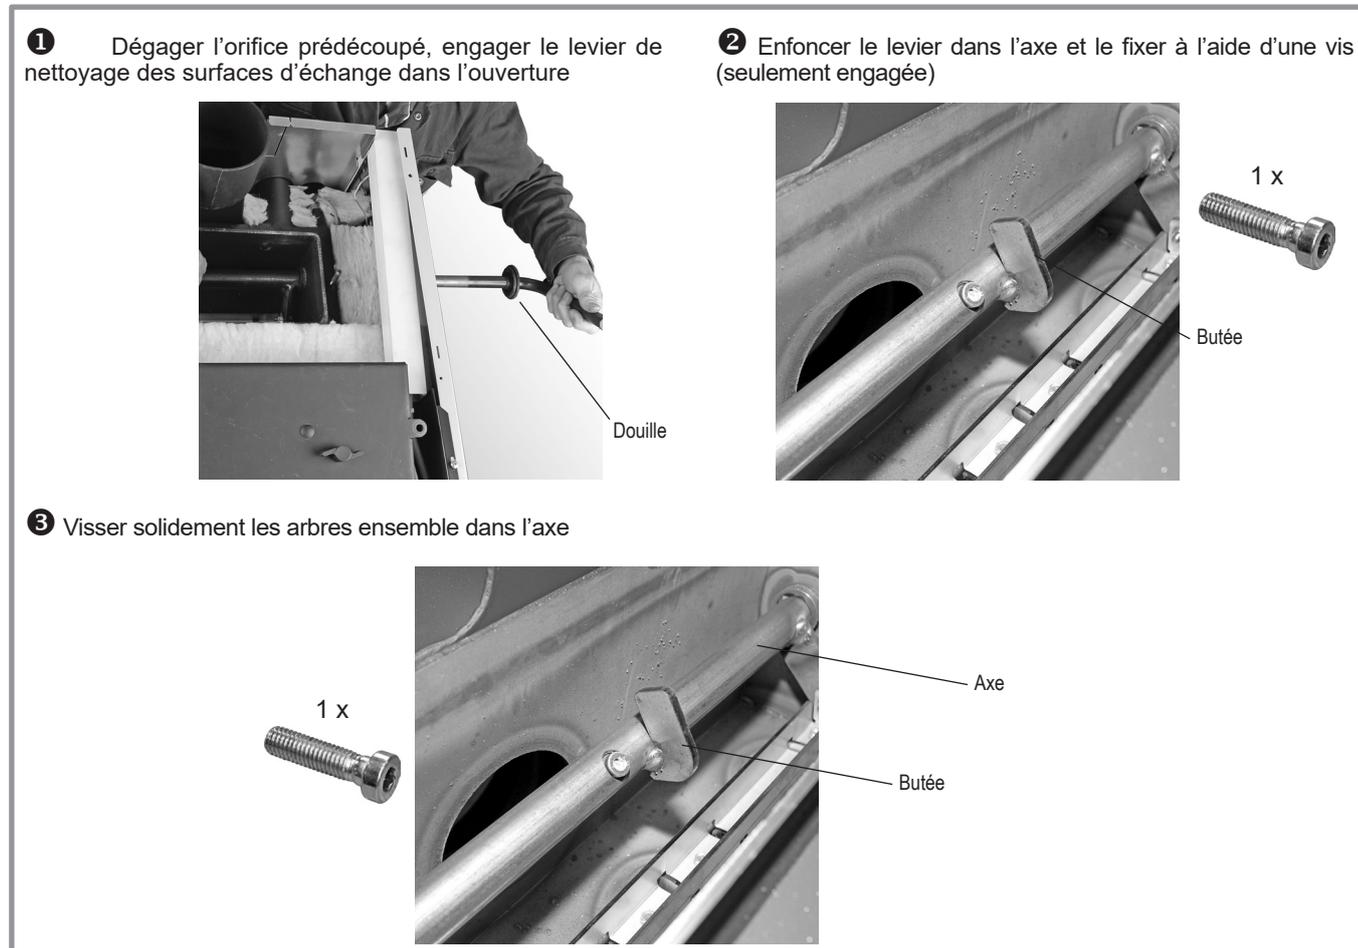

fig. 24 - Levier de nettoyage des surfaces d'échange
- Monter le levier de nettoyage des surfaces d'échange sur le côté gauche ou droit, en fonction des possibilités d'accès. Dégager l'orifice prédécoupé, insérer le levier dans l'ouverture de la paroi latérale (fig. 24 - ①) et l'enfoncer vers l'intérieur dans l'axe (la butée doit être orientée vers le haut (fig. 24 - ②) du dispositif de nettoyage des surfaces d'échange, puis le fixer
à l'aide d'une vis à tête cylindrique à six pans creux M8x30 (seulement engagée) (fig. 24 - ②) Enfoncer la douille dans l'habillage (fig. 24 - ①)
- Visser fermement les deux arbres dans l'axe (la butée doit être orientée vers le haut) (vis à tête cylindrique à six pans creux M8x30). Ne pas visser l'axe à l'arbre (fig. 24 - ③).